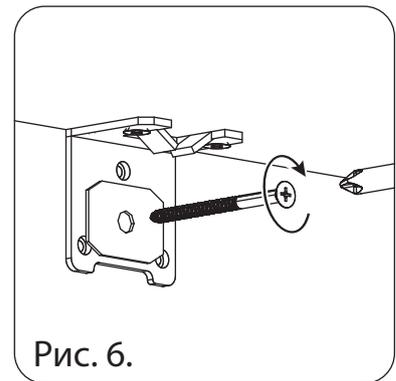

Рис. 6.
2. Вращением регулировочного колеса 2, отрегулируйте ящик в горизонтальном направлении (см. рис. 6).